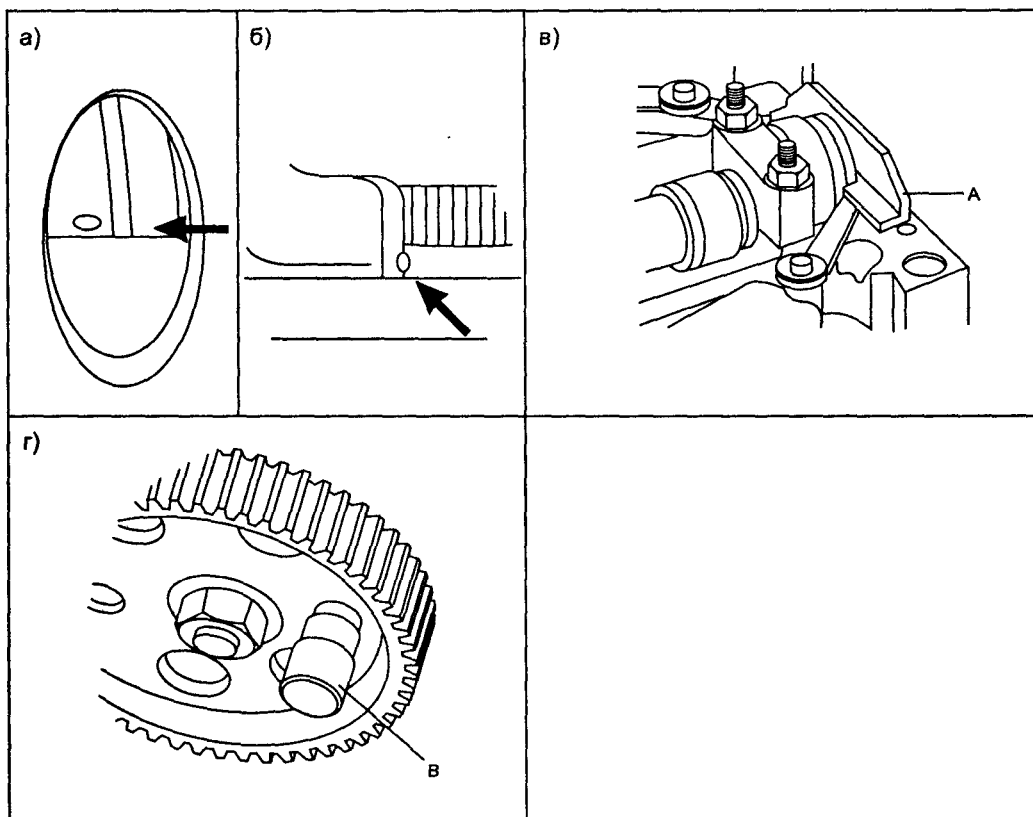

Рис. 1.2.6. Регулировка момента впрыска топлива
- проворачивают коленвал двигателя до положения ВМТ 1-го цилиндра по меткам на маховике (см. рис. 1.2.6а для МТ, рис. 1.2.6б для АТ);
- проверяют и фиксируют распредвал в положение ВМТ 1-го цилиндра специальным приспособлением А (см. рис. 1.2.6в);
- в этом положении в контрольное отверстие приводной звездочки ТНВД должен свободно входить специальный контрольный штифт В (см. рис. 1.2.6г), если штифт не входит, необходимо проверить установку ремня газораспределительного механизма.